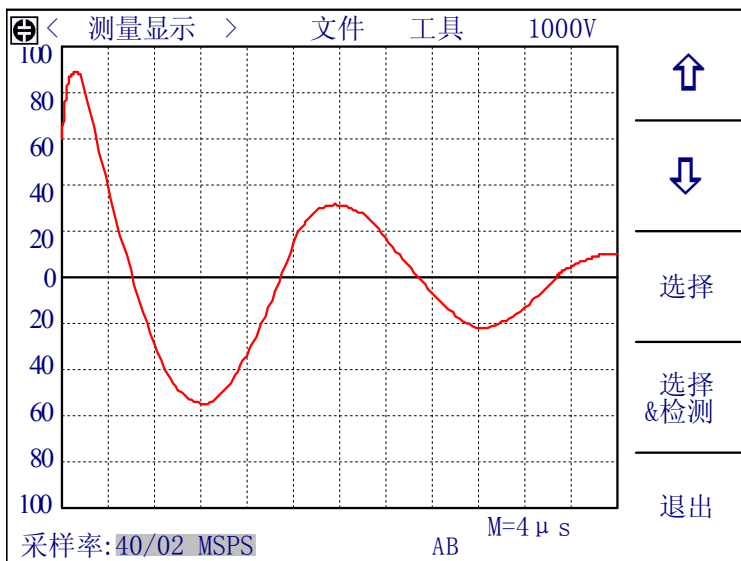

图 4-9 标准波形采样-单次循环
2. 单次循环：按启动键后，仪器测试每个采样率的标准波形，并且两次采样之间不等待时间，同时屏幕中央出现**测试中**信息，此时用户可以按**中止测量**软键退出标准波形采样。全部采样结束后，出现如图 4-9 画面，等待用户的操作，此时的可用软键如下：